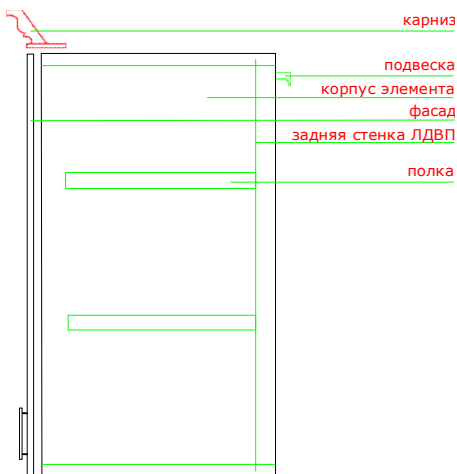

Рис. 7 Установка карниза
1. Для установки верхнего и нижнего карнизов их необходимо прикрепить к навесным элементам с помощью саморезов $3,5 \times 25$. Рис. 7